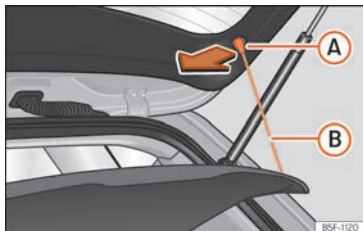

Abb. 171 Im Gepäckraum: Gepäckraumabdeckung aus- und einbauen.
- Hängen Sie die Haltebänder »» Abb. 171 (B) aus den Aufnahmen (A) aus.
- Hängen Sie die Haltebänder »» Abb. 171 (B) an der Heckklappe ein »» ⚠.